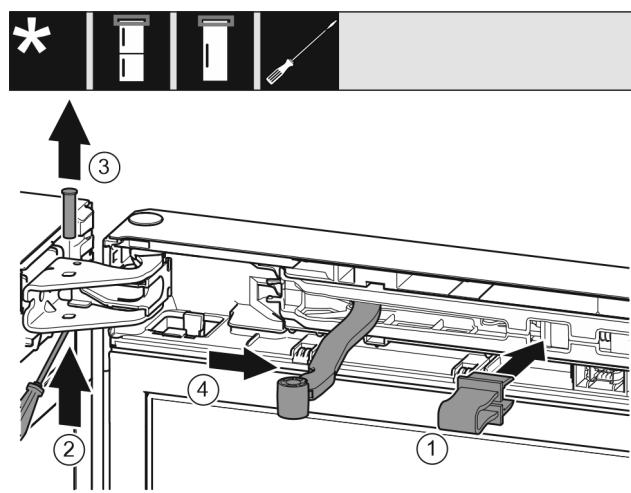

Fig. 11
- 将安全装置 Fig. 11 (1)卡入开口。
- 旋出螺栓 Fig. 11 (2)。
- 向上取出螺栓 Fig. 11 (3)。
- 将铰链 Fig. 11 (4)转向门的方向。